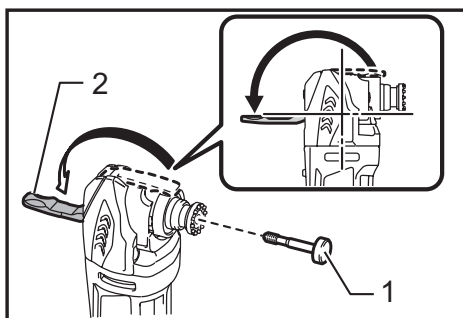

Fig.7
► Рис.7: 1. Регулировочное кольцо 2. Градуировка 3. Стрелка